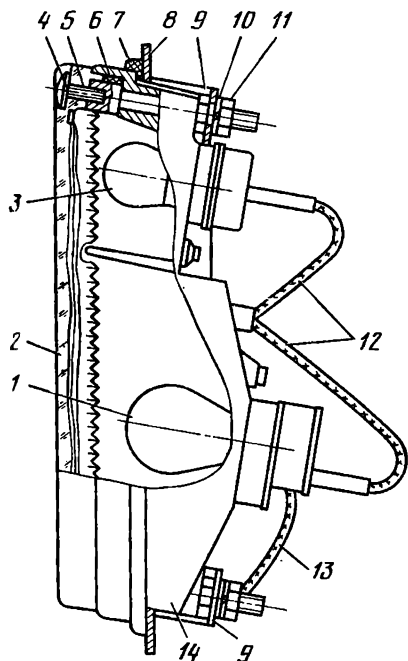

Рис. 193. Подфарник:
**Подфарники.** Подфарники ПФ145 (рис. 193) двухламповые, включают в себя лампу 1 (А12-21-1) указателя поворотов и лампу 3 (А12-5) обозначения габаритов автомобиля. Рассеиватель 2 или лампой обозначения габаритов прозрачный, а остальная часть оранжевого цвета.